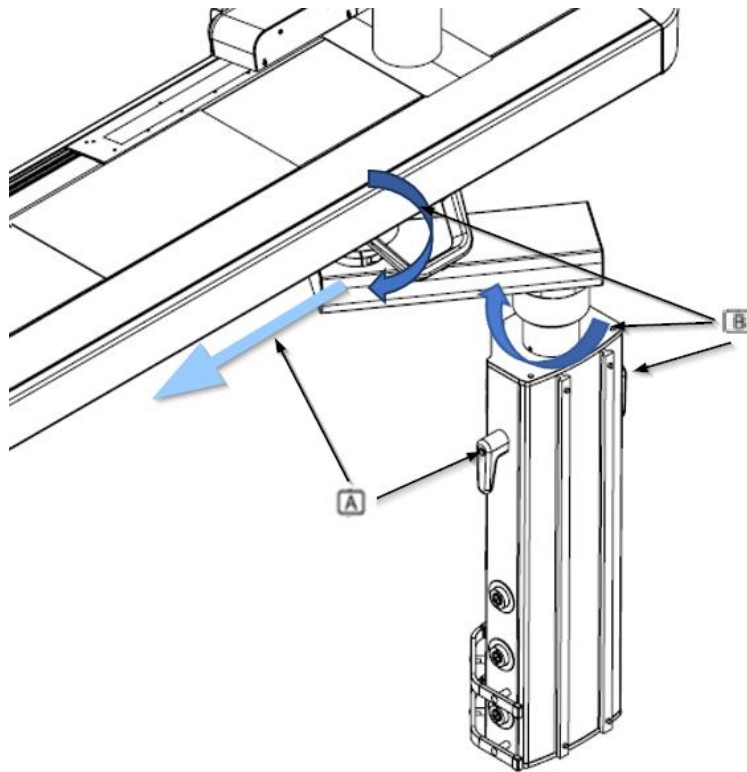

Abb. 17 Entriegelung der Dreh- und Fahrbremsen von Säulen mit Ausleger für ABITUS
Bei Konfigurationen ohne Auslegerarm ist nur der Betätigungshebel (A) aktiviert. Durch dessen Betätigung werden sowohl die Fahrbremse als auch die Drehbremse gleichzeitig gelöst, wie in Abbildung 17 dargestellt.